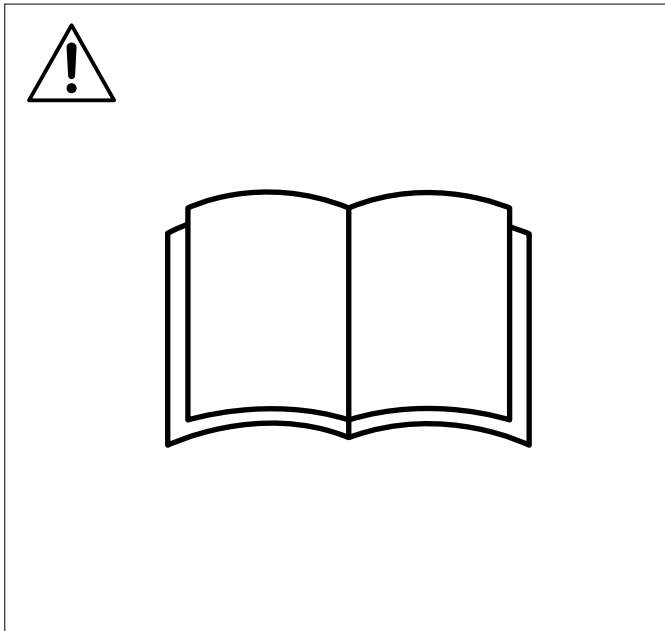

Fig.1
- b** Lea detenidamente el manual de usuario y asegúrese de que entienda las instrucciones antes de usar la máquina (Fig.1).
- b** Перед началом работы внимательно прочитайте руководство по эксплуатации и убедитесь, что понимаете приведенные здесь инструкции (Fig. 1).
- b** Prima dell'uso, leggere per intero il manuale dell'operatore e accertarsi di aver compreso le istruzioni (Fig. 1).